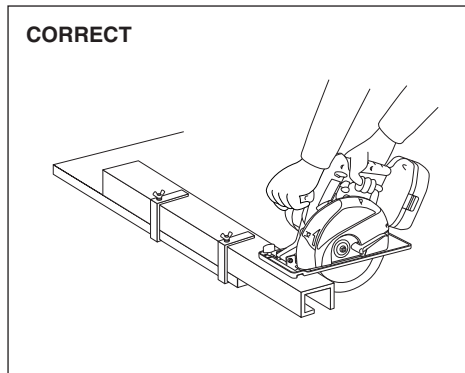
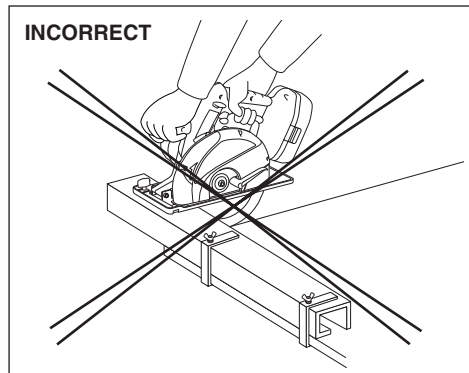

Fig. 10
Fig. 11
1. Placez la partie la plus large du sabot sur la partie de la pièce ouvragée qui est solidement soutenue (voir la fig. 10), et jamais sur la section qui s'affaissera à la fin du sciage (voir la fig. 11). Pour éviter tout risque de contrôle de l'outil, saisir fermement la scie. Une façon désinvolte de procéder peut se traduire par de graves accidents corporels.